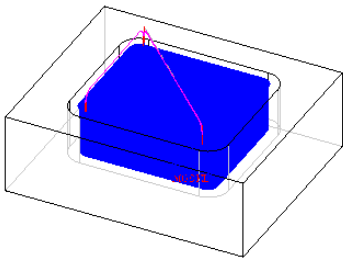

图 2-53 生成的刀具路径
10) 计算刀具路径。完成参数设置后，单击“NC Process Manager”对话框中的保存并计算按钮，运算当前加工程序，此时图形区显示的刀具路径如图 2-53 所示。